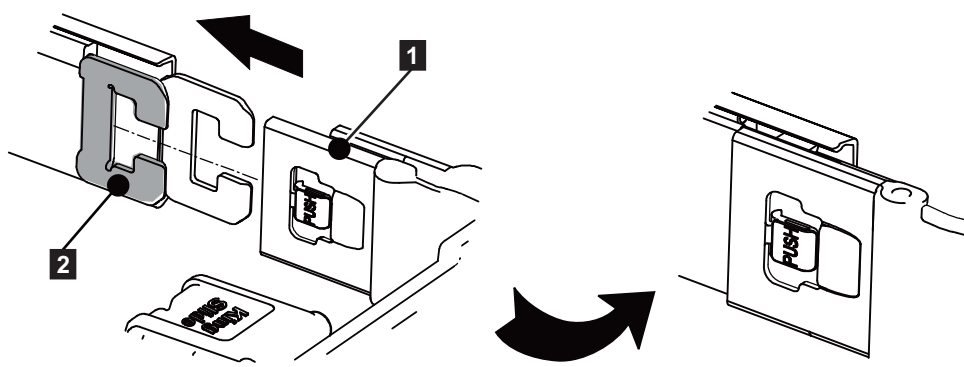

図 17. 内部メンバーの取り付け
2. 図 17 に示すように、ケーブル・マネジメント・アームの CMA 内部コネクター (1) を内部メンバーのケーブル・マネジメント・アーム・コネクター・ベース (2) に取り付けます。